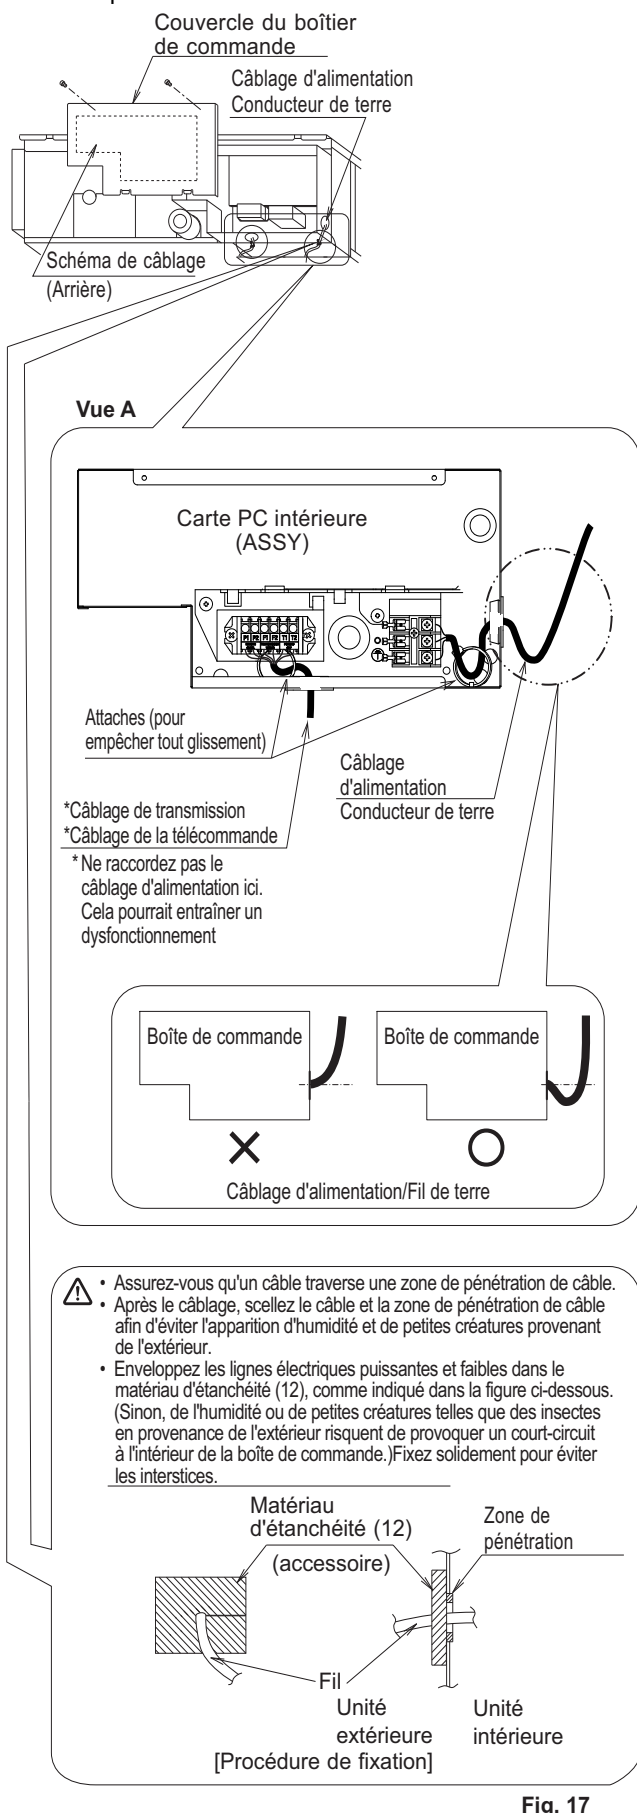

Fig. 17
Serrez bien les câbles avec les collier (9) (10) fournis comme accessoires, comme indiqué sur la Fig. 17, de sorte à ne pas exercer de pression sur le raccordement des câbles.
- Raccordez les câbles seulement après avoir retiré le couvercle du boîtier de commande comme indiqué sur la Fig. 17, en vous reportant à la vue A.